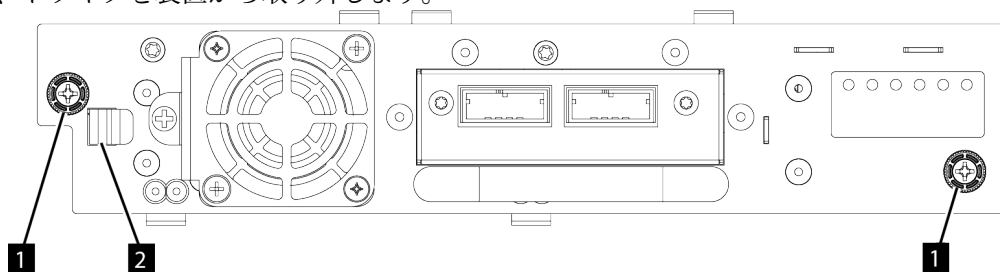

図 61. ドライブのアンロック
- テープ・ドライブの青い拘束つまみねじ (1)(135 ページの図 61)) を緩めます。ロック・レバー (2)(135 ページの図 61)) を右側に押し、ドライブの下部を支えながらテープ・ドライブ・ハンドルをまっすぐ引き出して、ドライブを装置から取り外します。